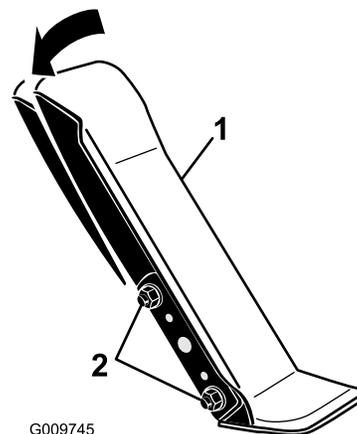

Bild 56
1. Lösen Sie die zwei Muttern und Schrauben, mit denen die linke Seite des Fahrpedals an der Halterung befestigt ist (Bild 56).
2. Drehen Sie das Pedal auf den gewünschten Winkel und ziehen Sie die Muttern fest (Bild 56).